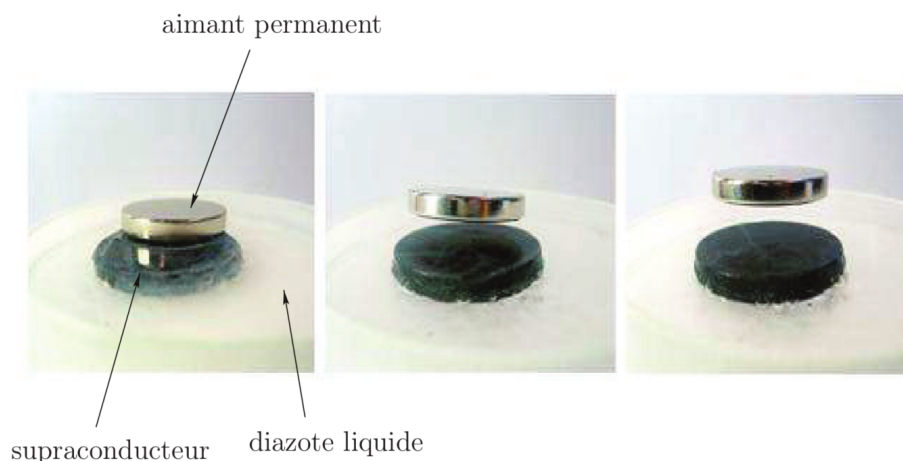

FIGURE 1 – Mise en évidence expérimentale de l'effet Meissner.
On se propose de réaliser une expérience mettant en évidence ce phénomène (FIGURE 1). On pose un aimant permanent sur un matériau supraconducteur. On fait alors baigner le supraconducteur dans du diazote liquide pour abaisser sa température en-dessous de sa température critique. Il devient alors supraconducteur et se met à rejeter les lignes de champ magnétique de l'aimant : le champ magnétique à l'intérieur du supraconducteur devient nul et l'aimant se met alors à léviter.
On se propose de modéliser le supraconducteur par une boucle de courant circulaire de rayon R , parcourue par un courant d'intensité I . On veut estimer l'ordre de grandeur de l'intensité I nécessaire pour faire léviter l'aimant d'une hauteur h , estimée d'après la FIGURE 1.
Q.8 Estimer par un raisonnement simple l'ordre de grandeur de l'intensité I nécessaire pour observer la lévitation à une hauteur h de l'aimant de la FIGURE 1. On prendra une masse de 40 g pour l'aimant permanent.
Q.16 À partir de l'expérience FIGURE 1, vérifier si la condition précédente est bien vérifiée.